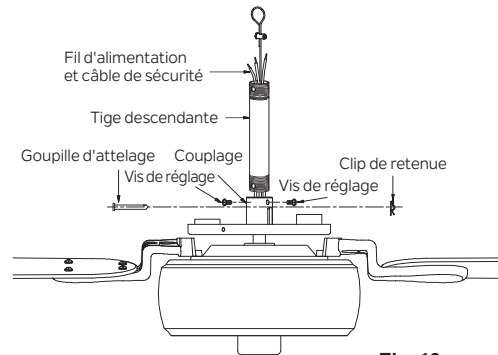

Fig. 10
**Étape 7.** Desserrez les deux vis de réglage et retirez la goupille d'attelage et le clip de retenue de l'accouplement sur le dessus de l'ensemble moteur. (Fig. 10)